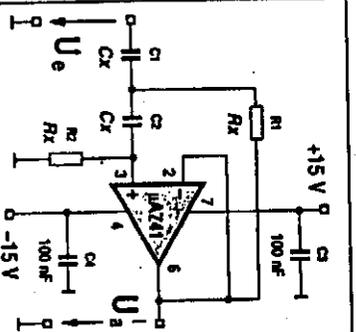

Bild 80: Beim Sallen-Key-Hochpaß sind gegenüber Bild 79 nur die Filter-Rs und -Cs vertauscht.
■ Beim Hochpaß ist es umgekehrt: Der ermöglicht den hohen Frequenzen ungehinderten Durchgang und bedämpft die tiefen (Bild 80). Beispiel: Um den 50-Hz-Netzrumm zu unterdrücken, kann man einen Hochpaß dazuschalten. – Der Bandpaß (Reihenschaltung aus Hoch- und Tiefpaß) speert hohe und tiefe Frequenzen und läßt nur einen bestimmten Bereich passieren. Diejenige Frequenz, bei der die Abschwächung beginnt, nennt man Eckfrequenz  $f_0$ .